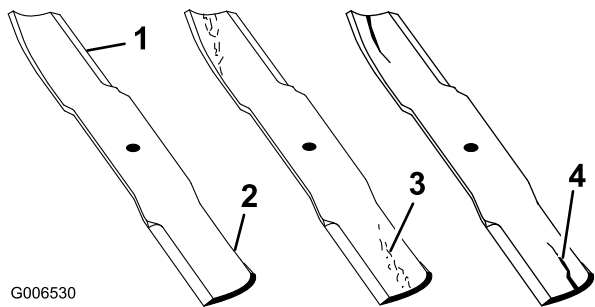
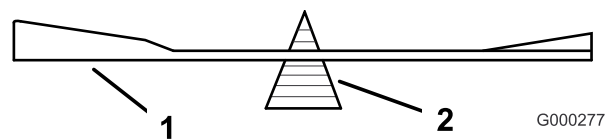

Figura 47
Figura 51
1. Controllate i taglienti (Figura 47). Se i taglienti non sono affilati o mostrano delle tacche, togliete le lame e affilatele. Vedere Affilatura delle lame.
2. Controllate le lame, in particolare l'area curva (Figura 47). In caso di incrinature, usura o scanalature nell'area (voce 3. in Figura 47) montate immediatamente una nuova lama.
2. Controllate il bilanciamento della lama posizionandola su un bilanciatore (Figura 51). Se la lama rimane in posizione orizzontale, è bilanciata e può essere utilizzata. Se la lama non è bilanciata, limate del metallo soltanto dalla costa (Figura 47). Ripetete la procedura finché la lama non è perfettamente bilanciata.